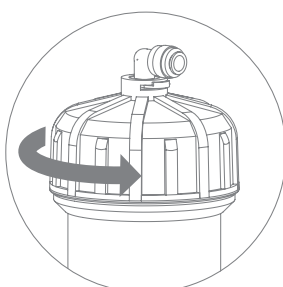

Рис. 18
4. Открутите крышку корпуса мембраны (рис. 18), используя ключ из комплекта поставки^[1], извлеките отработанную мембрану (рис. 19).